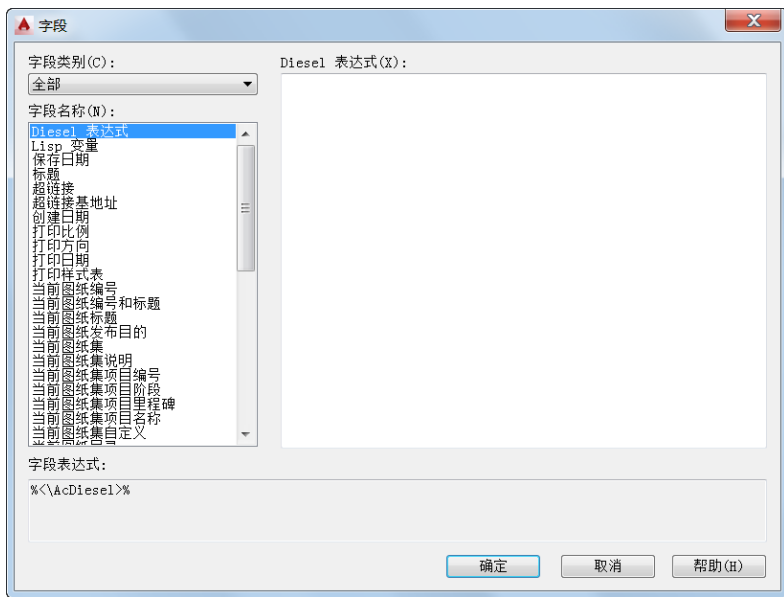

图 9-11 “字段”对话框
- “默认”文本框:指定默认属性值。对于非“多行”属性模式,可单击“字段”按钮以打开图 9-11 所示的“字段”对话框,接着在其中插入一个字段作为属性的全部或部分的值。